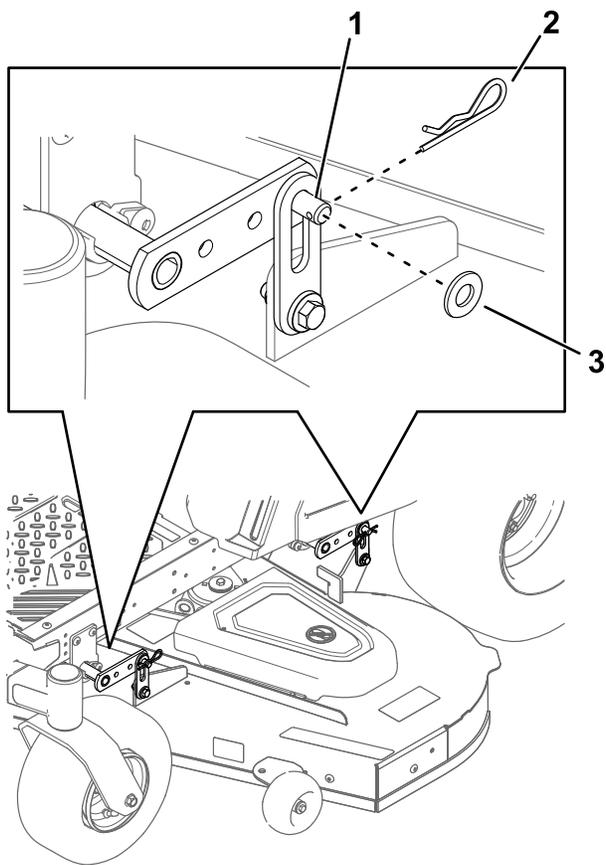

Figura 63
5. En las 4 esquinas de la carcasa, retire la chaveta y la arandela del pasador de la carcasa (Figura 63).
6. Levante la parte trasera de la carcasa de corte y sujete las pletinas de suspensión traseras a los pasadores traseros de la carcasa (Figura 63).
7. Sujete las pletinas de suspensión delanteras a los pasadores delanteros de la carcasa (Figura 63).
8. Sujete los pasadores de la carcasa con las chavetas y las arandelas que retiró anteriormente (Figura 63).